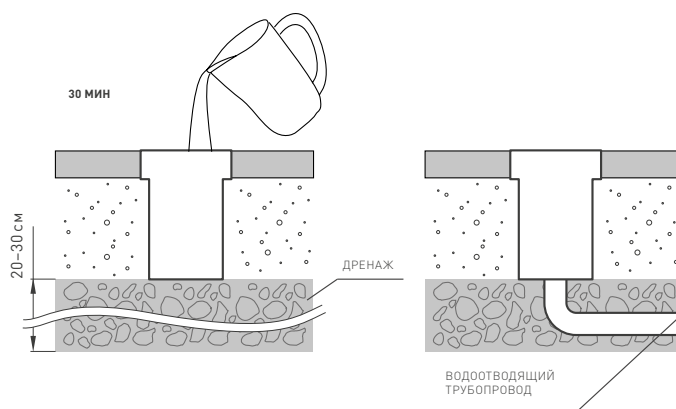

Рис. 2. Установка светильника в грунт
- Светильник имеет степень защиты IP67 и не предназначен для установки под водой. В месте установки светильника необходимо подготовить дренажную систему из гравия (20–30 см) и убедиться в ее работоспособности (см. рис. 2).